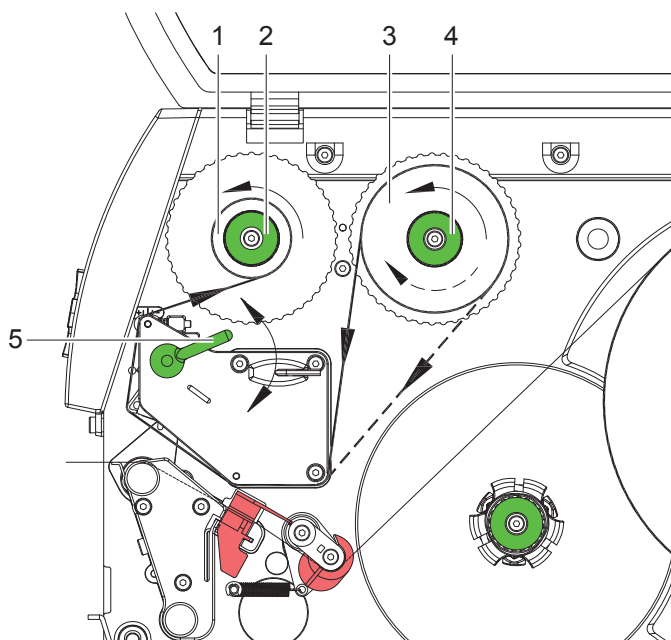

Fig. 17 Transferfoliekørsel
2. Drej armen (5) mod uret for at løfte printhovedet.
3. Skyd transferfolierullen (3) til anslag på afrulleren (4), så foliens farvebelægning vender nedad ved afrulningen. Der er ikke specificeret nogen rotationsretning ved afrulleren (4).
4. Hold transferfolierullen (3) fast og drej drejeknappen på afrulleren (4) mod uret, til transferfolierullen sidder fast.
5. Skyd en passende transferfoliekjerne (1) på transferfolieoprulleren (2) og fastgør den på samme måde.
6. Før transferfolie gennem printenheden som vist i fig. 17.
7. Fastgør enden af transferfolien med klæbestrimmel på transferfoliekernen (1). Vær opmærksom på transferfolieoprullerens rotationsretning mod uret.
8. Drej transferfolieopruller (2) mod uret for at glatte transferfoliens løb.
9. Drej armen (5) med uret for at låse printhovedet.